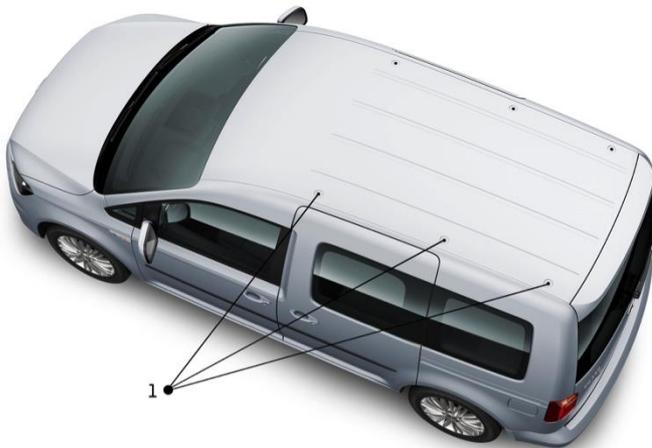

Abb.1 Befestigungspunkte Caddy
Beim Caddy (KR) sind serienmäßig je Seite 3 Befestigungspunkte (siehe Abb.1) im Dach vorhanden.